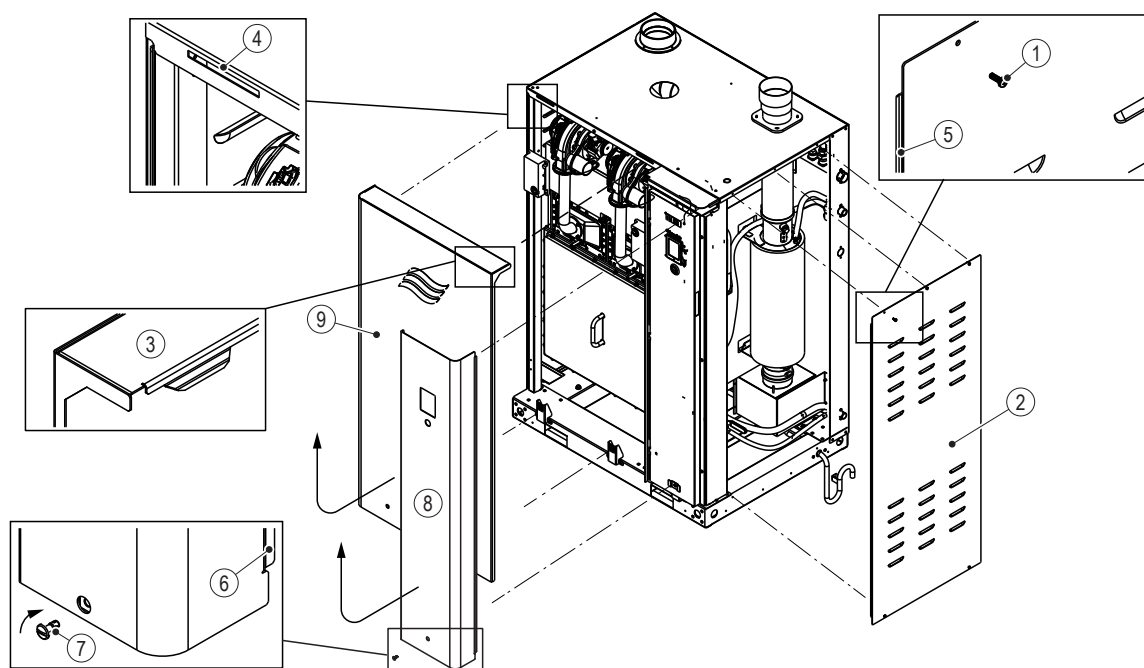

Figure 11 : Retrait et installation des panneaux d'accès (GS 64 montré)
- Positionnez le panneau de la porte (armoire de commande/armoire de plomberie) de façon à ce que les deux languettes situées dans la partie supérieure arrière du panneau soient alignées avec les encoches de l'armoire. Abaissez le panneau de la porte pour insérer les languettes dans les encoches, tout en veillant à ce que les languettes du panneau latéral (gauche/droit) s'engagent dans les encoches situées sur le côté du panneau de porte. Reportez-vous au détail de la Figure 11.